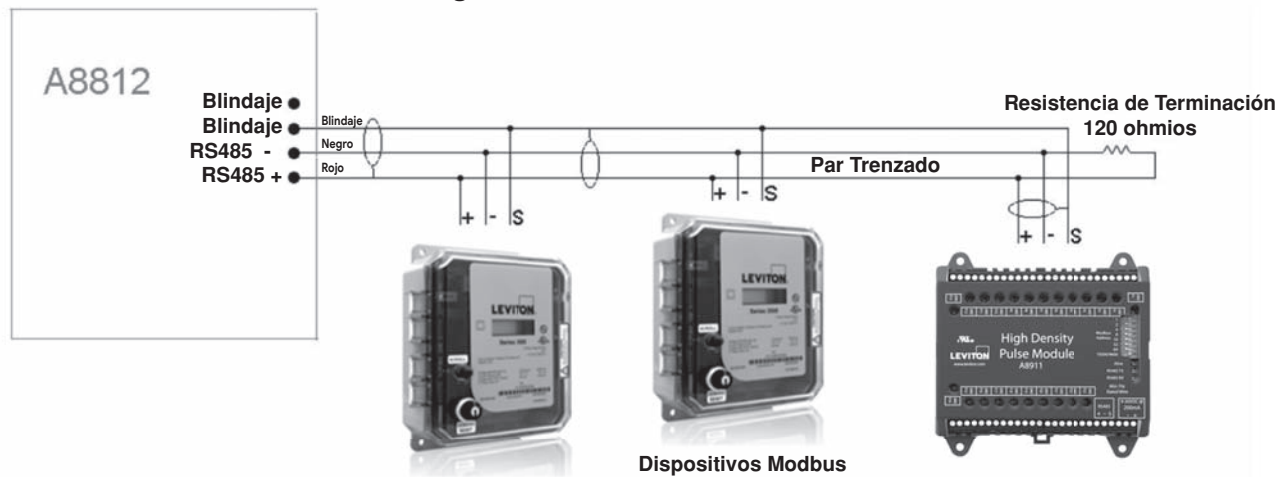

Figura 1
4. Conecte una PC al DAS utilizando un cable Ethernet Cat 5 ó mejor (Figura 1).